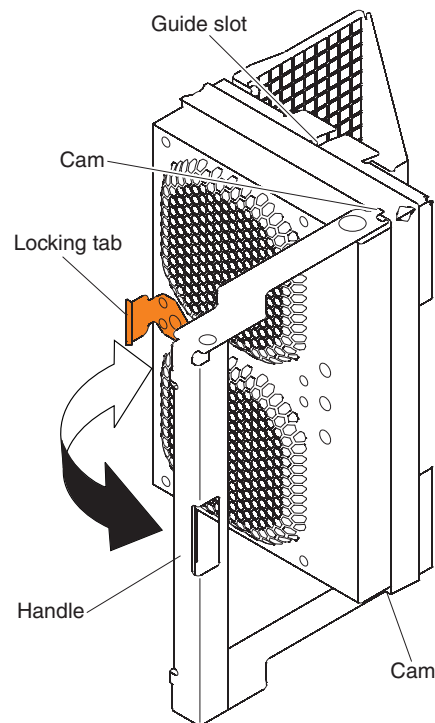

Figura 52. Removendo uma montagem de ventilador
- a. Na parte traseira do gabinete de expansão de armazenamento, remova a montagem de ventilador (consulte a Figura 52 na página 115) pressionando a guia de travamento que prende a alça da montagem de ventilador no local; em seguida, puxe a alça da montagem de ventilador em sua direção.